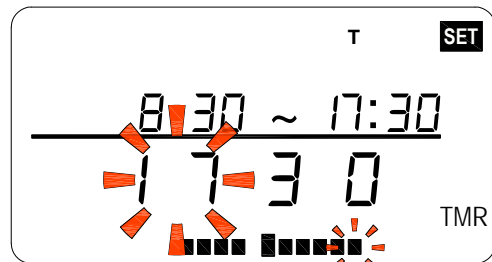

Abbildung 15
- Abschließend sind Start- und Stoppzeit in der Anzeige zu sehen und zugehörigen Stunden-Timerblöcke blinken, siehe Abbildung 15.